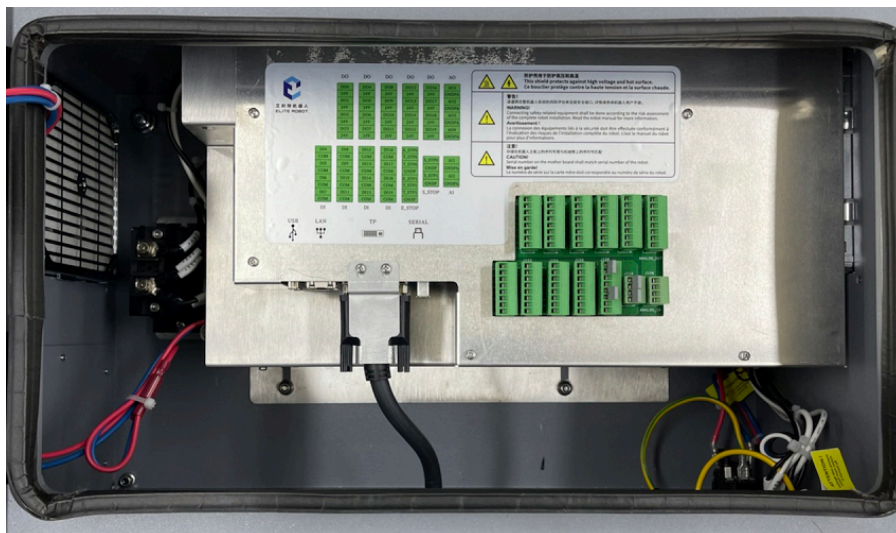

图 3-10 : ERB2E 系列控制箱
控制箱结构如图 3-10 所示。
机器人上电前，请确保所有线缆均已正确连接并且控制箱已插入合适的电源。找到控制箱上的电源开关。当用户准备关闭系统电源时，首先将示教模式（图 3-10）开关从自动（PLAY）或远程（REMOTE）转到示教（TEACH）以结束当前程序。当机器人完全停止时，将控制箱上的电源开关转到关闭位置。
4. 按下所需轴运动按钮的 +/- 按钮 (图 3-10)